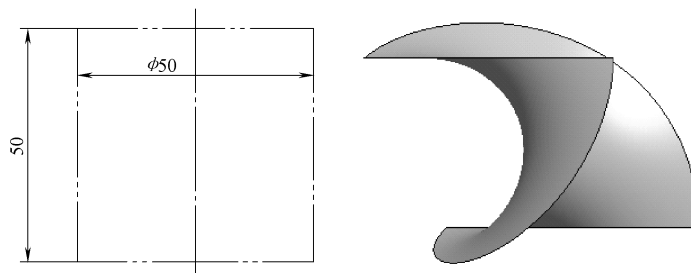

图 6-140 螺旋曲面
(6) 根据图 6-140 所给的尺寸创建螺旋曲面，螺距是 50，中心线为导线，上底直径或下底直径为母线。